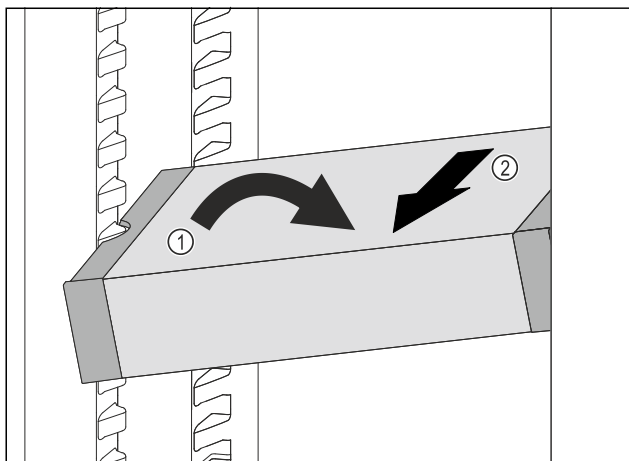

Fig. 98
- VarioSafe in het koelgedeelte schuin zetten. Fig. 98 (1)
- VarioSafe naar voren toe verwijderen. Fig. 98 (2)